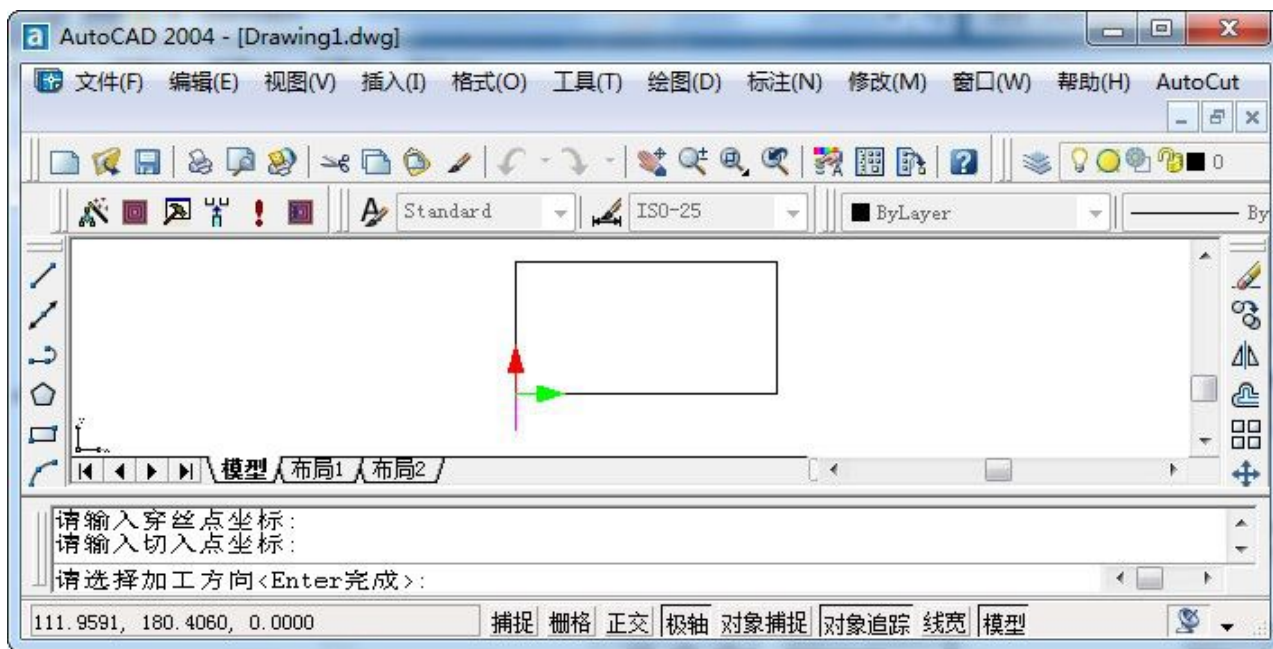

图 3-8 切入点的确定。
(4) 选择加工方向：切入点选中后，命令行会提示“请选择加工方向《Enter 完成》”，如图 3-8 所示，晃动鼠标可看出加工轨迹上红、绿箭头交替变换，在绿色箭头一方点击鼠标左键，确定加工方向，轨迹方向将是当时绿色箭头的方向。